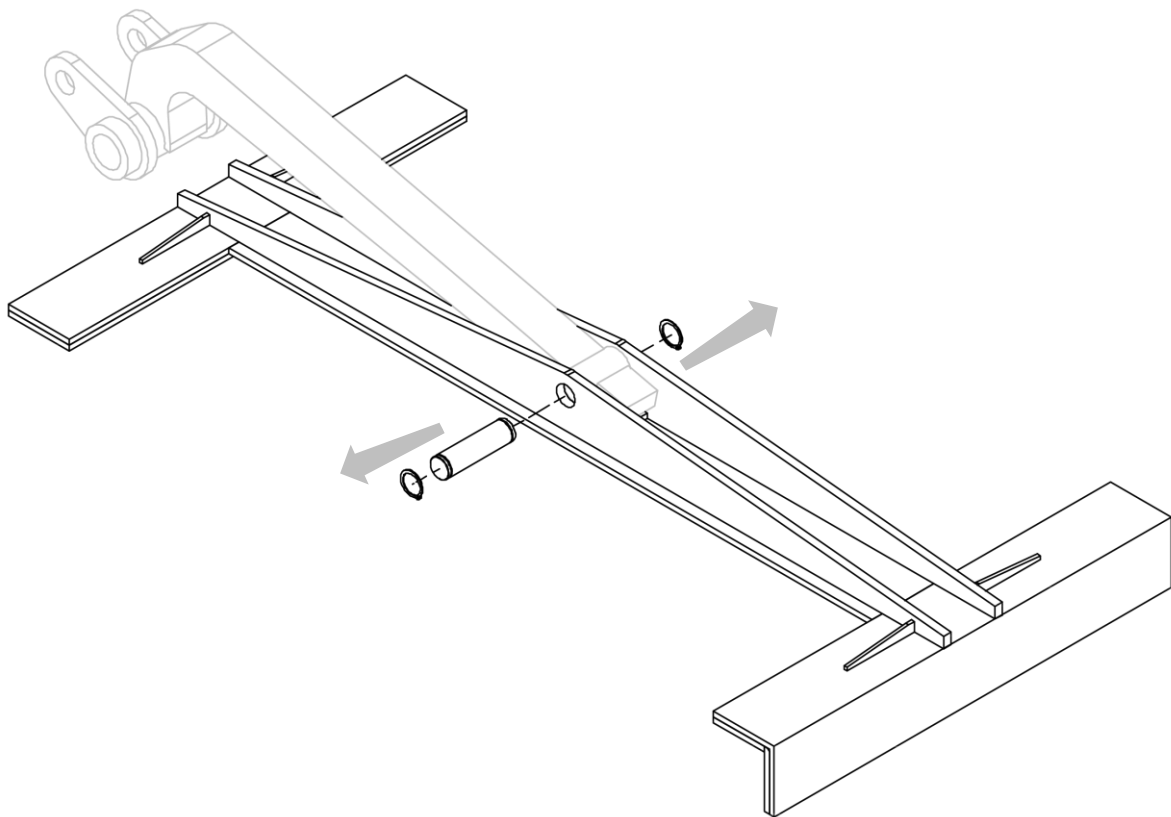

Figura 16
3. Prendere come riferimento la *Figura 16*.